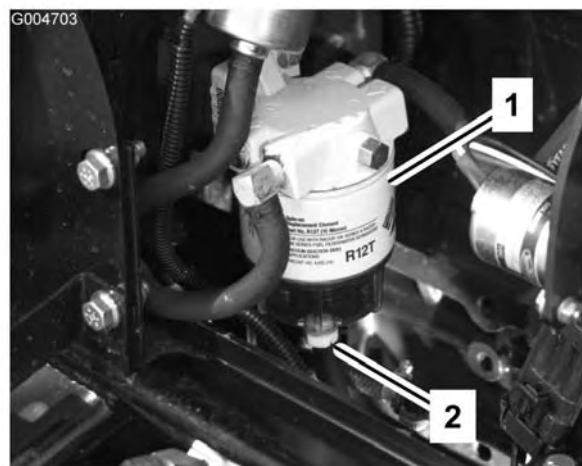

Figure 50
Vidangez chaque jour l'eau ou autres impuretés qui se trouvent dans le séparateur d'eau (Figure 50).
2. Dévissez le bouchon de vidange en bas de la cartouche du filtre (Figure 50). Revissez le bouchon quand la vidange est terminée.